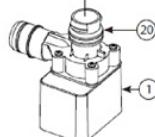

РИС. 1
- Установите направляющий элемент потока с вводом (11, 13) на стенку бассейна. Установите выпускной шланг корпуса системы фильтрации на ввод в бассейн. Затяните хомут на шланге. Начните наполнение бассейна водой. См. **рис. 1, 3 и 4**.